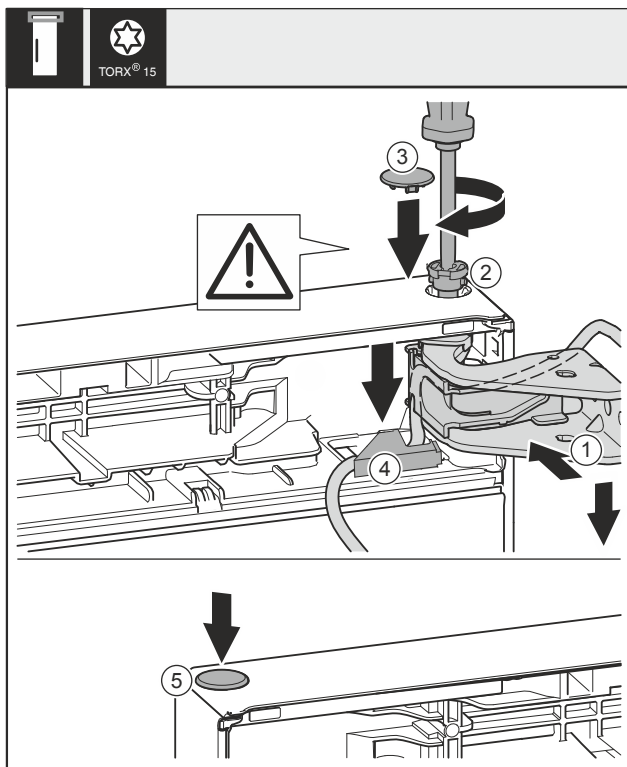

Fig. 45
- Vrata zgoraj naravnajte na odprtino v ležajnem podstavku Fig. 45 (1).
- Vstavite sornik Fig. 45 (2) in ga zategnite z izvijačem.
- Montirajte varovalni pokrov za varovanje vrat: Vstavite varovalni pokrov Fig. 45 (3) in preverite, če se nalega na vrata. Sicer popolnoma vstavite sornike.
- Vstavite pokrov Fig. 45 (4) in ga potisnite navzdol, da se zaskoči.
- Vstavite čep Fig. 45 (5).